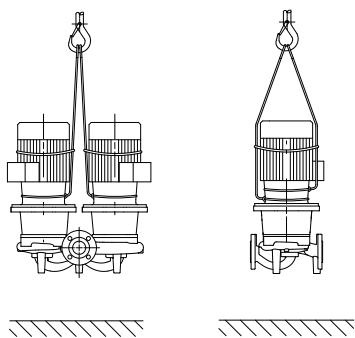

Fig. 7: Fixação da bomba
- Os olhais de transporte no motor servem para guiar o suporte da carga (Fig. 7).